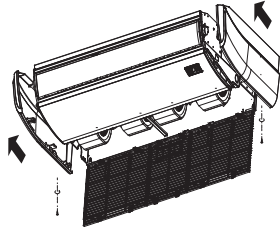

Figure 16 – Démontage initial de l'appareil
- Poussez les panneaux latéraux dans le sens indiqué par le figure 16 pour les démonter.